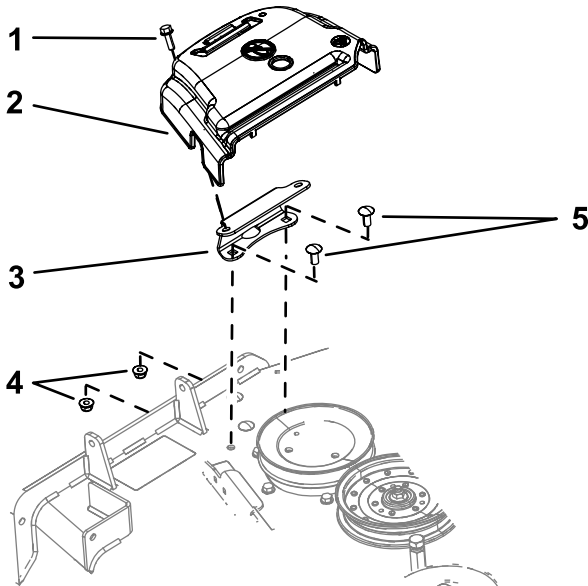

Bild 2
1. Drehen Sie die Schraube, mit der die Riemenabdeckung am Mähwerk befestigt ist, nach links, um sie zu lösen (Bild 2).
2. Entfernen Sie die OEM-Riemenabdeckung von der Befestigungshalterung (Bild 2).
1. Entfernen Sie die zwei Schrauben und zwei Bundmutter, mit denen die Befestigungshalterung für die Abdeckung am Mähwerk befestigt ist (Bild 2).